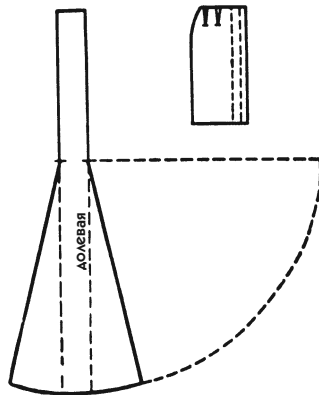

Рис. 244
1. На лекале переднего полотнища проведите 2 параллельные линии, затем распределите 2 маленькие вогнутые выточки к боковому срезу, как показано на миниатюрной схеме рис. 244 (средняя ширина между линиями при подобных рельефах около 5 см).
2. Начертите одну из полос и добавьте с каждой стороны на необходимой высоте по половине фалды подходящего размера. Закруглите нижний край в соответствии с данными ранее объяснениями (сплошная линия на рис. 244). Укажите направление долевой нити.
Необязательно делать прибавление фалд по низу, так как оно будет идентично тому, что вы делали для переднего полотнища в соответствии с заданием к рис. 244.